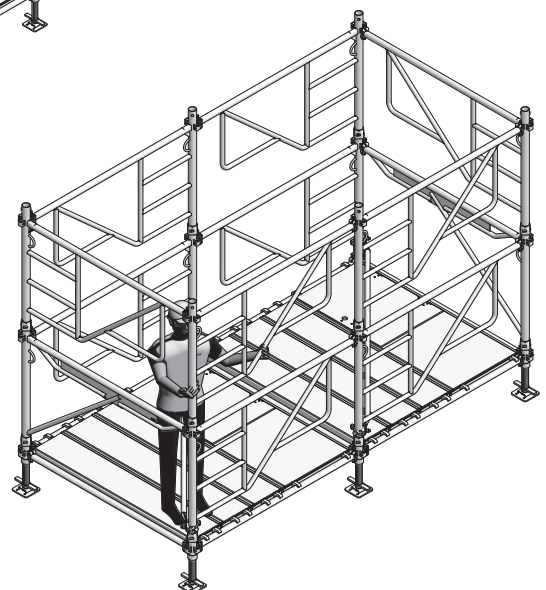

Abb. 16.4
11. Vom Gerüstbelag der Ebene 0 aus die Rahmen 100 MT für Ebene 2 einbauen (Abb. 16.4).